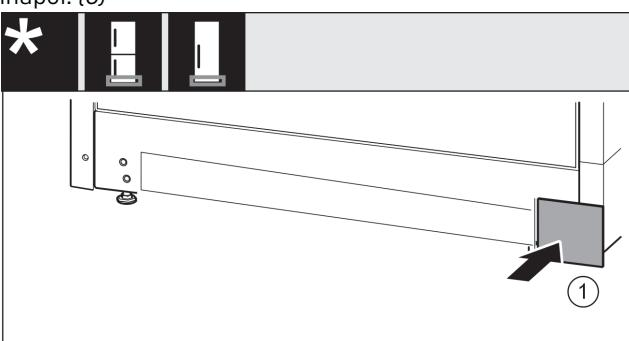

Fig. 37
- Așezați apărătoarea din nou pe cealaltă parte. Fig. 37 (1)